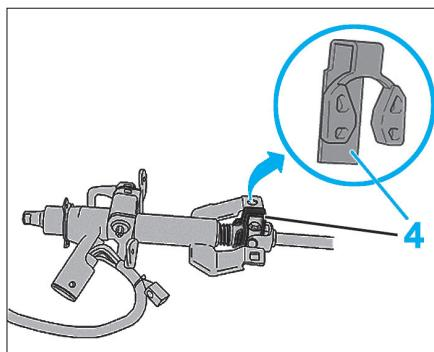

Fig. 10
*Les colonnes de direction sont livrées avec une cale antibrisure (4) pour protéger le cardan pendant les opérations de manutention (Fig.10). Retirer la cale (4) après la repose de la colonne de direction*